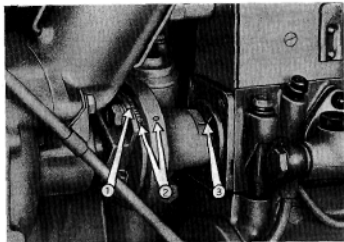

Fig. 34. - Segni di riferimento sulla pompa d'iniezione e sul giunto di comando, per la messa in fase col motore.
**NOTA.** - Qualora, per qualsiasi motivo, si dovessero smontare le parti componenti il giunto di comando della pompa d'iniezione, è opportuno annotare preventivamente la posizione della tacca incisa sul manicotto del giunto rispetto ai segni incisi sull'anello a denti (1, fig. 34) ciò allo scopo di ricomporre poi le parti del giunto nella posizione primitiva.
- Con la pompa d'iniezione non ancora montata sul suo supporto, fare ruotare l'albero della pompa stessa fino a far coincidere i segni di riferimento incisi sul corpo della pompa e sul mozzo del giunto (3, fig. 34). Detti segni indicano la posizione di inizio mandata dello stantuffino n. 1 della pompa.
- Qualora ciò non si verificasse, allentare le due viti che fissano la flangia di comando della pompa (fig. 34) e, tenendo fermo il giunto dal lato della pompa, far ruotare leggermente l'albero motore in modo da portare il segno a coincidere; quindi bloccare nuovamente le viti della flangia e ripetere il controllo del traboccamento per accertare la buona esecuzione dell'operazione.